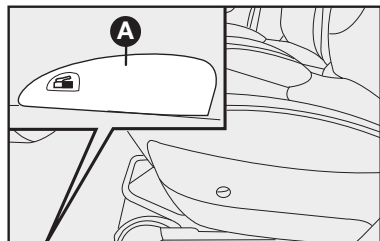

fig. 109
- Desbloquee la tapa de acceso a la boca de llenado de dentro del vehículo, tirando de la palanca **A-fig. 109**. Levante la palanca por la parte delantera de la misma.